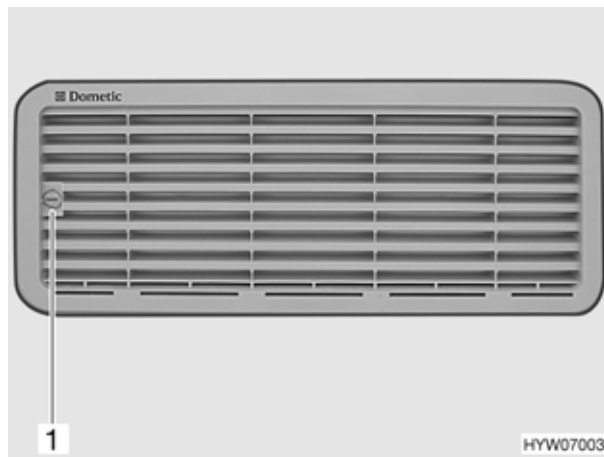

Fig. 153 Griglia di aerazione del frigorifero (variante 1)
- Con l'ausilio di una moneta ruotare la vite (Fig. 153,1) di un quarto di giro.